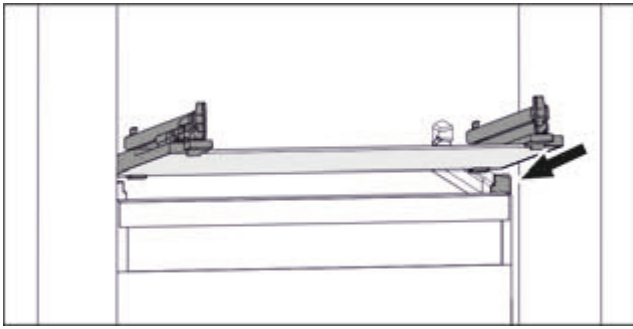

Fig. 38 Приблизне відображення скляної пластини
- ▶ Встановити скляну пластину за стопорами навкоси. (див. Fig. 38)